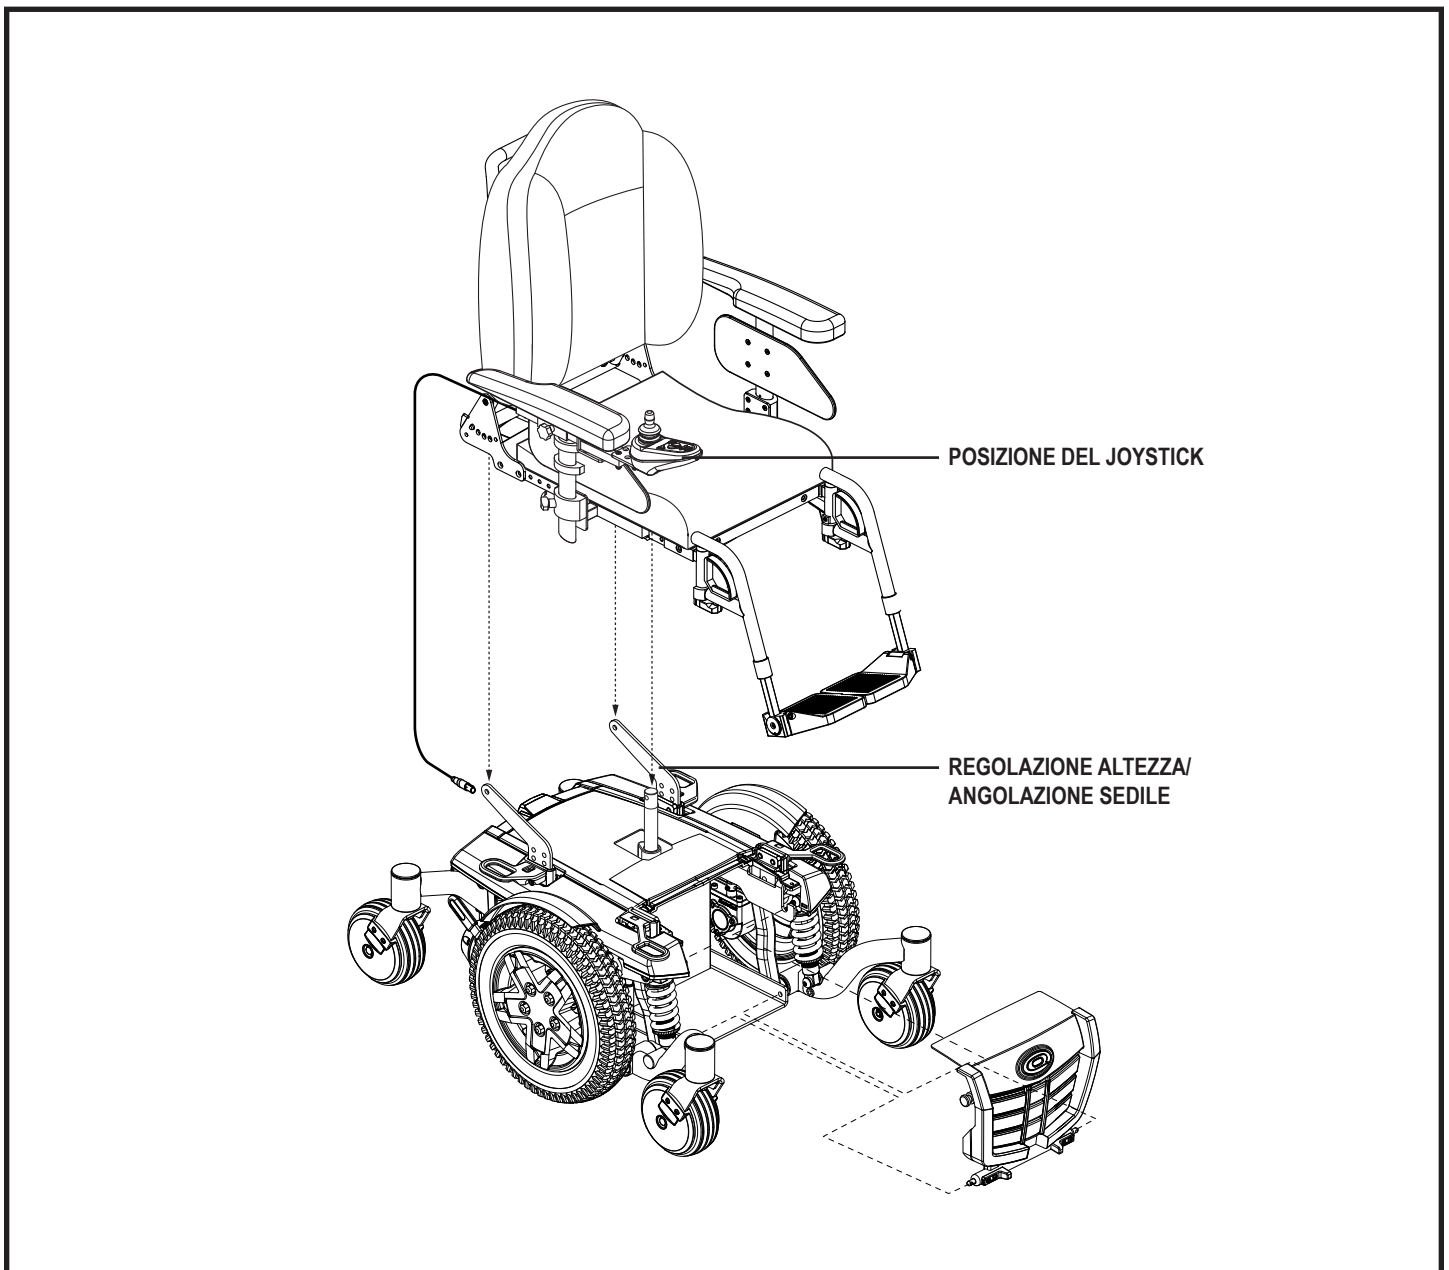

Figura 6. Visualizzazione del montaggio di Quantum Q4
Prima di utilizzare per la prima volta la Carrozzina, o dopo averla trasportata, è necessario effettuarne il montaggio. Potrebbe anche essere necessario smontare alcune parti per eseguire regolazioni di comodità. Nella **figura 6** vengono descritte nei dettagli quelle parti di Quantum Q4 progettate per lo smontaggio e il montaggio da parte dell'utente finale o da parte di un assistente sanitario qualificato prima di utilizzare il prodotto o di eseguire le regolazioni di comodità.
3. Installare le centralina e dirigerne i cavi verso la parte posteriore della base di alimentazione. Vedere la figura 6.